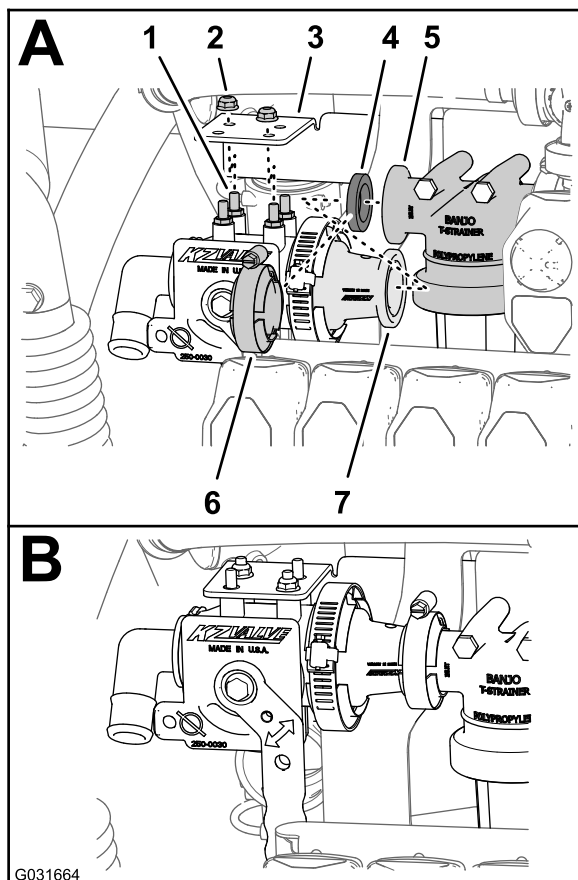

図 223
1. ガasketをフィルタヘッドのフランジに合わせる 図 223。
2. 液剤シャットオフバルブ (Toro P/N 130-7324) のスタッドを、シャットオフバルブ用マウントToro P/N 131-3725-03の4つの穴に合わせ、バルブのフランジアダプタをフィルタヘッドとガasketの穴に合わせる 図 223。
3. 液剤シャットオフバルブを用マウントに組み付ける 図 223のように、対角線上の2本のスタッドに対して2個のフランジロックナットToro P/N 119-6897を使用する。
5. シャットオフバルブのフランジアダプタを、フィルタヘッドのフランジに固定する 図 223 エダクタ用